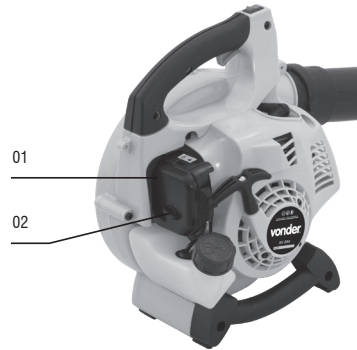

Fig. 8 – Elemento filtrante
- a. Solte o parafuso do filtro, peça 2, Fig. 8;
- b. Retire a tampa do filtro de ar, peça 1, Fig. 8;